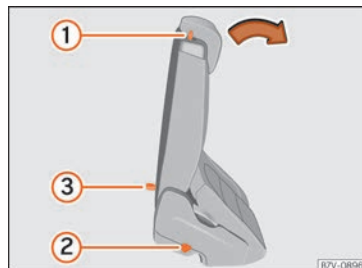

Abb. 162 Zweite Sitzreihe: Bedienungselemente der Einstieghilfe.
- Gegebenenfalls Gegenstände aus dem Fußraum der zweiten Sitzreihe entfernen »» ❶
- Hebel »» Abb. 162 ❶ nach vorn drücken und Rücksitzlehne nach vorn klappen. Dieser Sitz klappt komplett nach vorn »» ⚠ und kann in Längsrichtung noch weiter nach vorn geschoben werden.
- Der Rücksitz muss sicher eingearastet sein, damit die Schutzwirkung der Sicherheitsgurte auf den hinteren Sitzplätzen gewährleistet ist. Die rote Markierung »» Abb. 162 ❷ darf nicht sichtbar sein »» ⚠ in Rücksitze in Ladebodenposition klappen auf Seite 170.
Wenn der Hebel »» Abb. 162 ❶ außer Funktion ist, z.B. nach einem Unfall, können die Sitze der zweiten Sitzreihe von der dritten Sitzreihe aus nach vorn geklappt werden, um den Ausstieg aus der dritten Sitzreihe zu erleichtern »» ⚠.
- Schlaufe »» Abb. 162 ❸ nach hinten ziehen und Rücksitzlehne nach vorn klappen. Der komplette Rücksitz klappt nach vorn »» ⚠.
- Eine rote Markierung an der Seite des Sitzes »» Abb. 162 ❷ signalisiert eine nicht eingerastete Lehne. Die rote Markierung darf im korrekt eingerasteten Zustand nicht sichtbar sein.